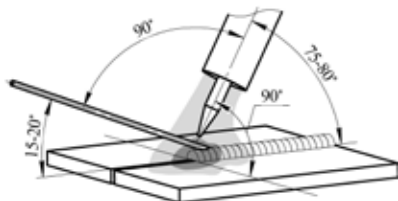

Рис. 8.5. Угол наклона горелки.
Сварку обычно выполняют справа налево. При сварке без присадочного материала электрод располагают перпендикулярно к поверхности свариваемого металла, а с присадочным материалом - под углом. Присадочный пруток перемещают впереди горелки (см. рис. 8.5).
**При аргодуговой сварке также следует не забывать про противоположный угол наклона горелки (см. рис. 8.5) - это влияет на формирование сварочного шва. Старайтесь держать горелку под углом  $90^\circ$  (по отношению к линии шва).**